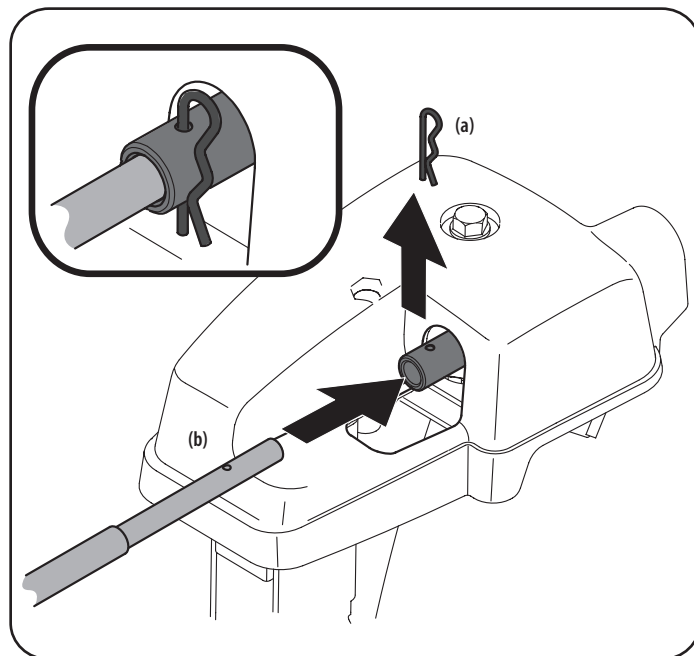

Figura 7
9. Retire el sujetador de horquilla (a) de la parte posterior del conjunto del control de la tolva. Vea la Figura 7.
10. Inserte el eje flexible (b) que se extrajo de la manija inferior durante el Montaje de la manija, en la parte posterior del cabezal de control direccional de la tolva. Vea la Figura 7. Sujete la varilla de control de la tolva al conjunto del control de la tolva con el sujetador de horquilla (a) que extrajo en el Paso 4.